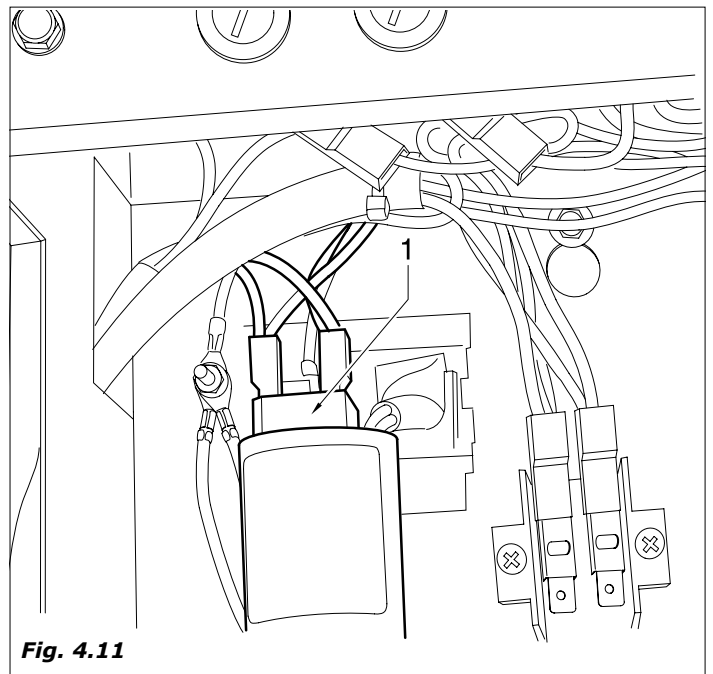
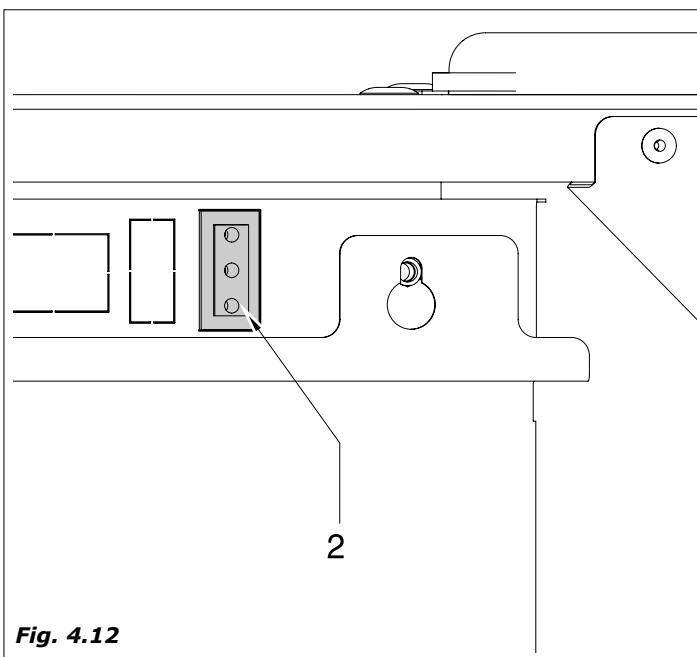

Fig. 4.11
Fig. 4.12
Con la puerta abierta, quedan bajo tensión la regleta del cable de alimentación(Fig. 4.11-pos.1) y la toma de servicio interna del distribuidor automático(Fig. 4.12-pos.2).